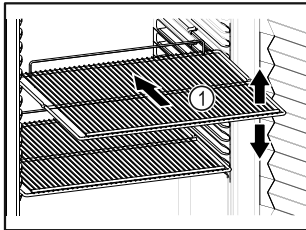

Fig. 59 Ilustratīvs attēlojums
- Ja novietošanas režģi Fig. 59 (1) ir novirzāmi, pielāgojiet tos pēc augstuma.